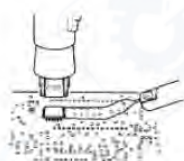

Рисунок 1
1. Аккуратно заведите проволоку FP pick-up (для удаления припоя) под вывод микросхемы (**Рисунок 1**).